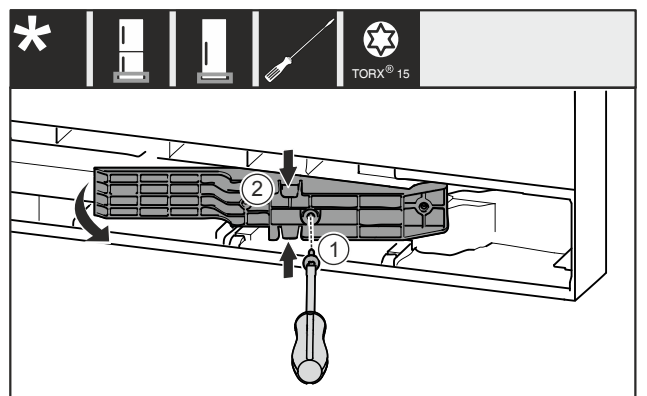

Fig. 21 *
- ▶ Schraube Fig. 21 (1) entfernen.*
- ▶ Adapterstück Fig. 21 (2) oben und unten leicht zusammendrücken und herausziehen.*